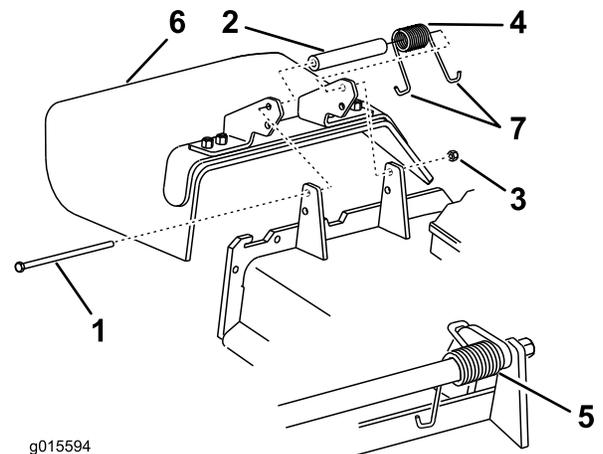

Figura 92
1. Retire la contratuerca, el perno, el muelle y el espaciador que sujetan el deflector a los soportes de pivote (Figura 92). Retire el deflector de hierba dañado o desgastado.
Nota: Asegúrese de colocar un extremo en **J** del muelle detrás del reborde de la carcasa antes de instalar el perno, según se muestra en Figura 92.
3. Instale el perno y la tuerca. Coloque un extremo en **J** del muelle alrededor del deflector de hierba (Figura 92).